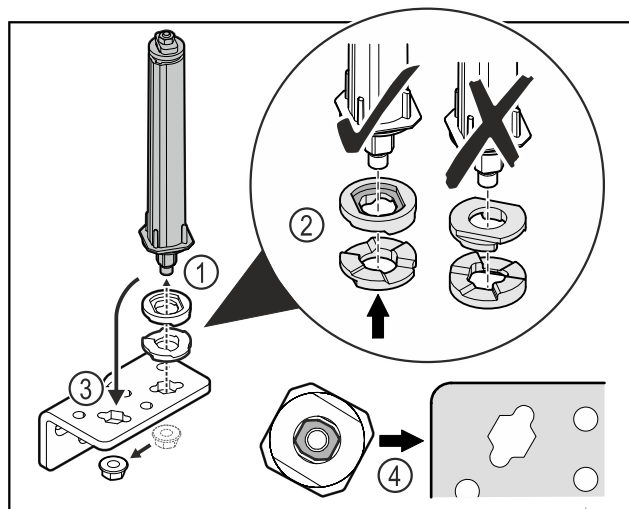

Fig. 35
- Desserrer l'écrou et retirer le système de fermeture de porte Fig. 35 (1).
- Veiller à ce que les rondelles de réglage de la hauteur soient correctement orientées Fig. 35 (2).
- Mettre le système de fermeture de la porte dans l'autre trou de l'équerre de charnière et le fixer avec l'écrou Fig. 35 (3).
- Lors de la mise en place, veiller à bien orienter le système de fermeture de porte Fig. 35 (4).